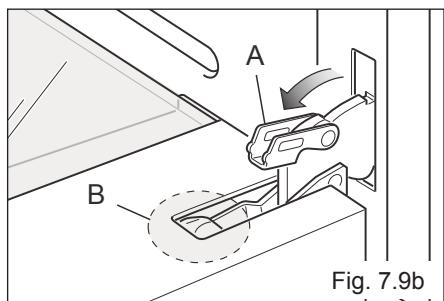
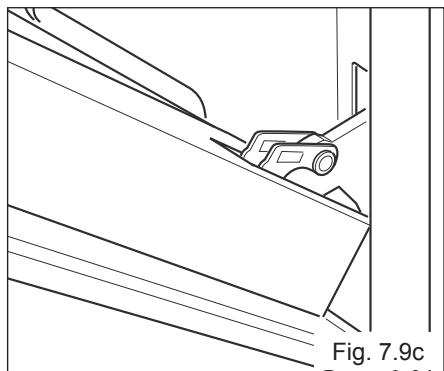

Fig. 7.9b
Fig. 7.9c
- Ouvrez complètement le levier "A" sur les charnières de gauche et de droite (fig. 7.9b).
- Refermez doucement la porte (fig. 7.9c) jusqu'à ce que les leviers "A" des charnières gauche et droite s'accrochent sur la partie "B" de la porte (fig. 7.9b).